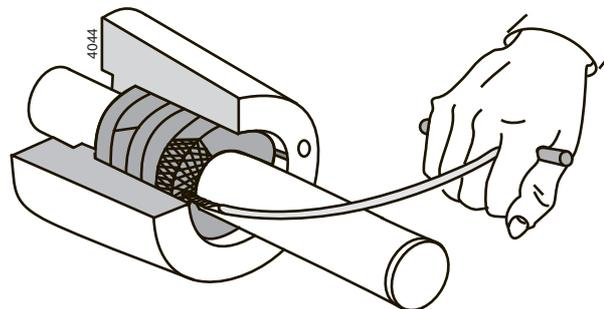

Figura 3: Rimuovere gli anelli di guarnizione.
- 3 Rimuovere gli anelli di guarnizione dalla camera premistoppa. Utilizzare allo scopo uno speciale estrattore per guarnizioni, vedere la figura 3.